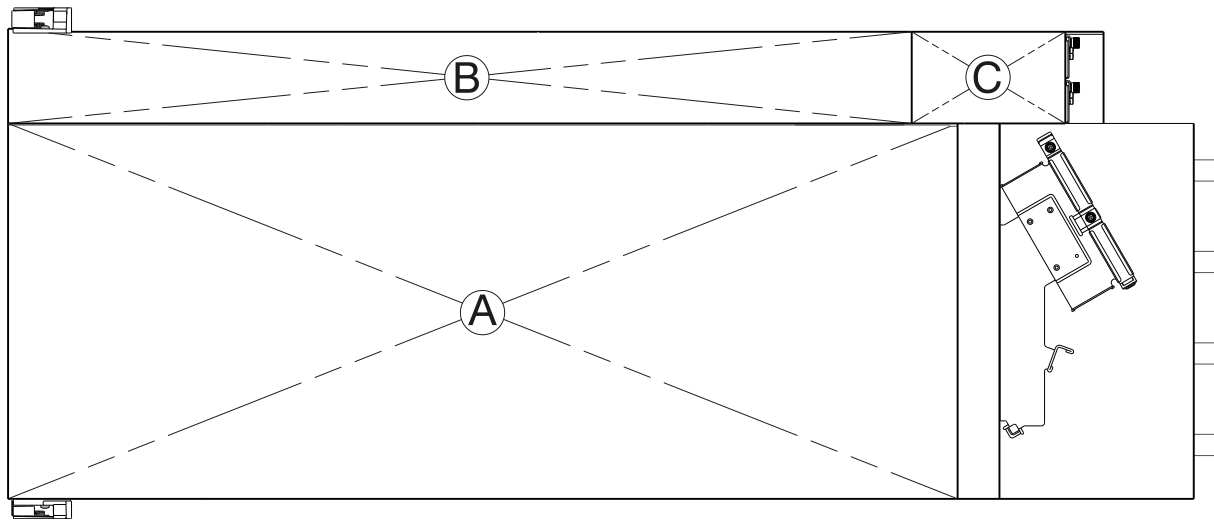

Figure 9. Boîtier d'extension Modèle 106 – panneau supérieur avec capots en place
Le panneau supérieur du boîtier possède trois capots différents. Vous pouvez en retirer deux afin d'accéder aux composants internes. Dans la figure ci-après, les capots sont indiqués par les lettres A/B/C (voir la légende ci-dessous et la figure 9, à la page 13).
La figure 9 montre une vue du dessus du boîtier sans les capots. La figure est orientée de telle façon que l'avant du boîtier se trouve à gauche et l'arrière du boîtier à droite. Le boîtier apparaît tel que vous pourriez l'observer sur un plan de travail. Par souci de clarté, le kit de glissières et une grande partie de la géométrie du bras de routage des câbles n'apparaissent pas.
**Remarque :** Les couvercles A et B du panneau supérieur coulissent et peuvent être retirés temporairement à des fins de maintenance. Voir la figure 9, à la page 13.